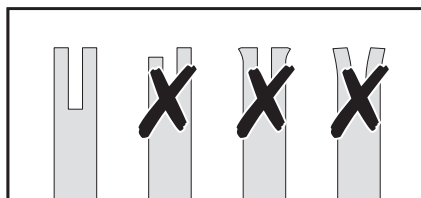

Fig. 46
5. Vérifier si la « rainure » du guide-chaîne est usée : tenir une règle (règle de précision) contre le flanc du guide-chaîne et les « plaques latérales des lames ». S'il y a un espace entre la règle et le guide-chaîne, la « rainure » du guide-chaîne est en bon état. S'il n'y a aucun espace (si la règle est à plat contre le flanc du guide-chaîne), la « rainure » du guide-chaîne est usée et doit être remplacée par une rainure de même type (Fig. 46).